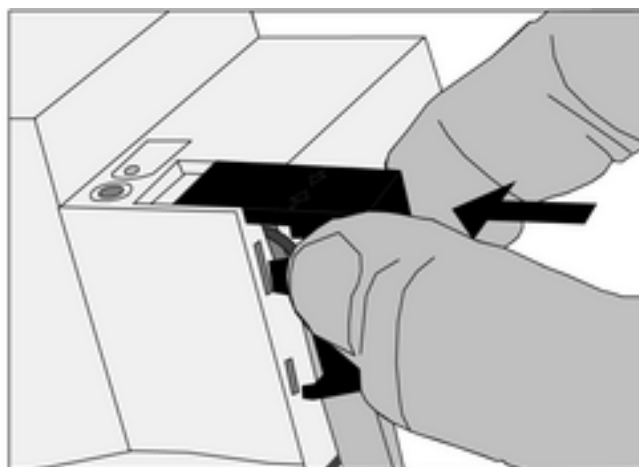

Bild 3: Abdeckkappe aufstecken
- Abdeckkappe über die Busklemme stecken, bis sie einrastet (Bild 3).